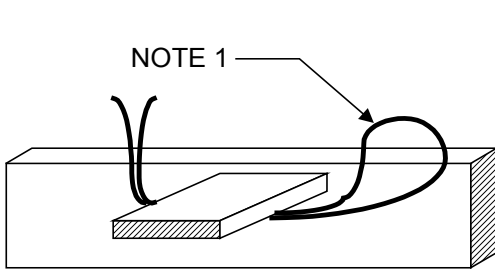

FIGURE 14a
1. DOUBLE A LENGTH OF LACING TWINE, EVEN UP THE ENDS AND PASS UNDER THE SLAT (FIGURE 14a).